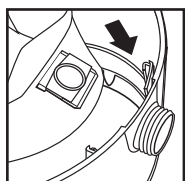

FIGURA 30
42. Deslice el deflector con la bolsa colectorora acoplada dentro de la guía del deflector. **FIGURA 30.**